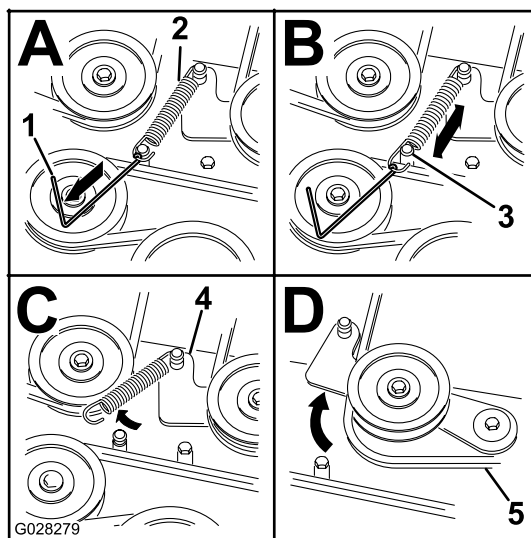

Figure 50
7. À l'aide d'un outil de dépose de ressort (réf. Toro 92-5771), décrochez le ressort de tension sur l'ergot sur le tablier pour éliminer la tension sur la poulie de tension (Figure 50).
10. Acheminez la courroie neuve autour des poulies du tablier de coupe et de la poulie d'embrayage, sous le moteur (Figure 50).
11. À l'aide d'un outil de dépose de ressort (réf. Toro 92-5771), accrochez le ressort de tension à l'ergot situé sur le tablier, ce qui a pour effet d'exercer une tension sur la poulie de tension et la courroie du tablier de coupe (Figure 50).